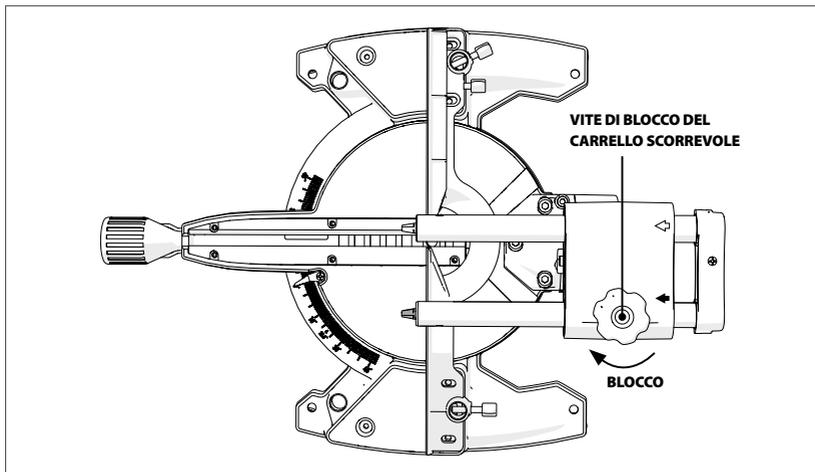

Fig. 7
- Bloccare gli elementi in posizione con l'ausilio della vite di blocco del carrello scorrevole (**fig. 7**).